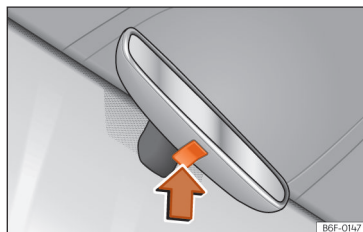

Fig. 86 Retrovisor com antiencandeamento manual.
• Para evitar o encandeamento, pressione a patilha do espelho retrovisor para cima »» **Fig. 86** (seta).